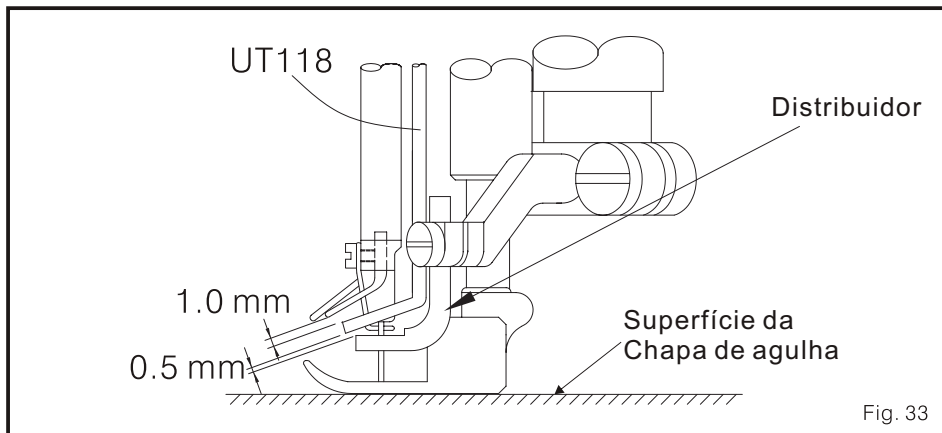

Fig. 33
(2) A posição de para cima e de baixo do apoio do coberto da guia fio: (Fig. 33)